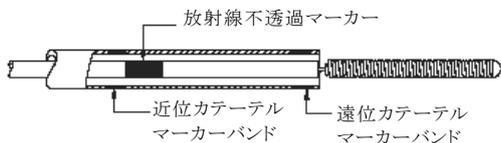

図 2
- (1) コイルデリバリープッシャーの挿入時に座屈、キンク又は破損が生じた場合、コイルデリバリープッシャーに無理な力が加わらないよう、遠位側でコイルデリバリープッシャーをつかみ抜去する。
- 8) コイルデリバリープッシャーの放射線不透過マーカースがマイクロカテーテルの近位カテーテルマーカースバンドを越える位置まで進める(図 2 参照)。